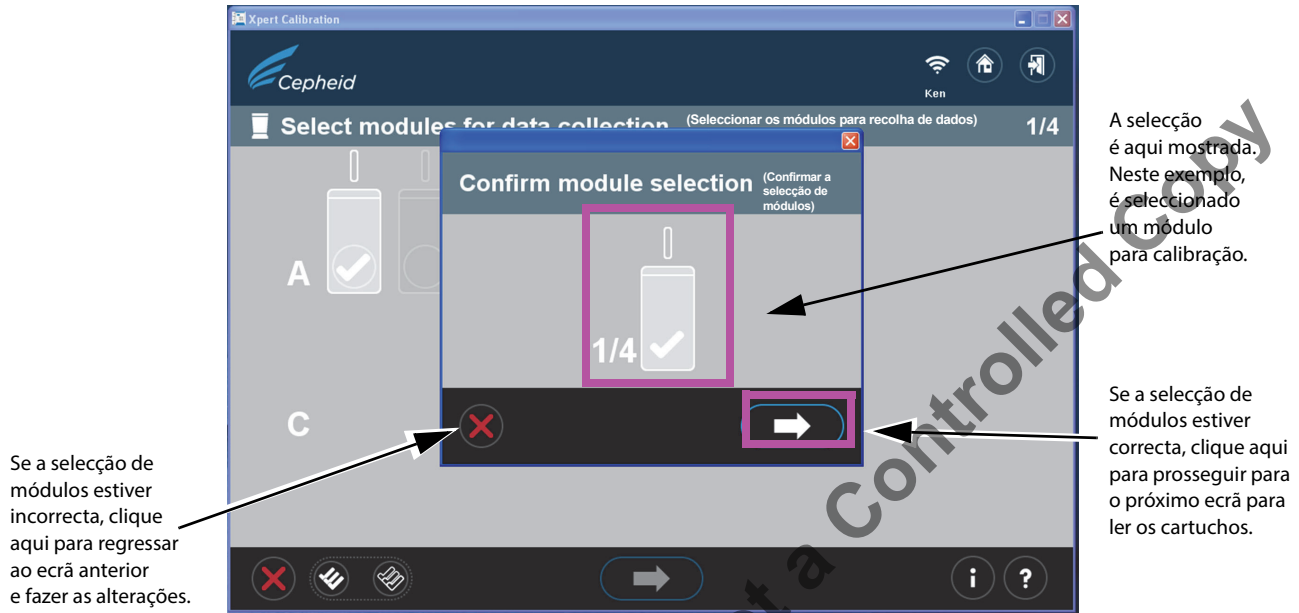

Figura 10. Ecrã Confirm Module Selection (Confirmar selecção de módulos) — Apenas para utilização por um Administrator (Administrador)
12. Depois de configurar os módulos, clique no botão de seta na parte inferior do ecrã. Se tiver iniciado sessão como Administrator (Administrador), aparecerá o ecrã Confirm module selection (Confirmar selecção de módulos). Consulte Figura 10. Se tiver iniciado sessão como um Basic User (Utilizado básico), este ecrã não aparecerá (ir para o passo 13).